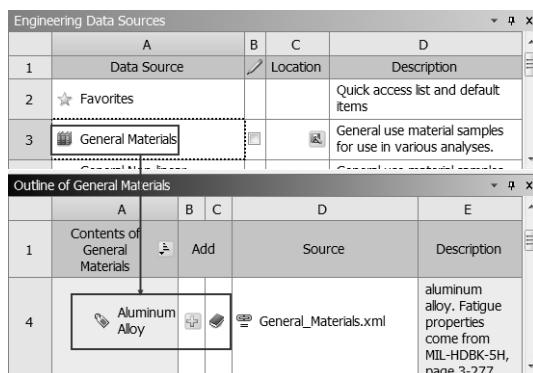

图 19-39 材料选择
Step2：进入如图 19-39 所示材料库，选择 General Materials Aluminum Alloy 命令，设定完成后单击 按钮切换到工程界面下。